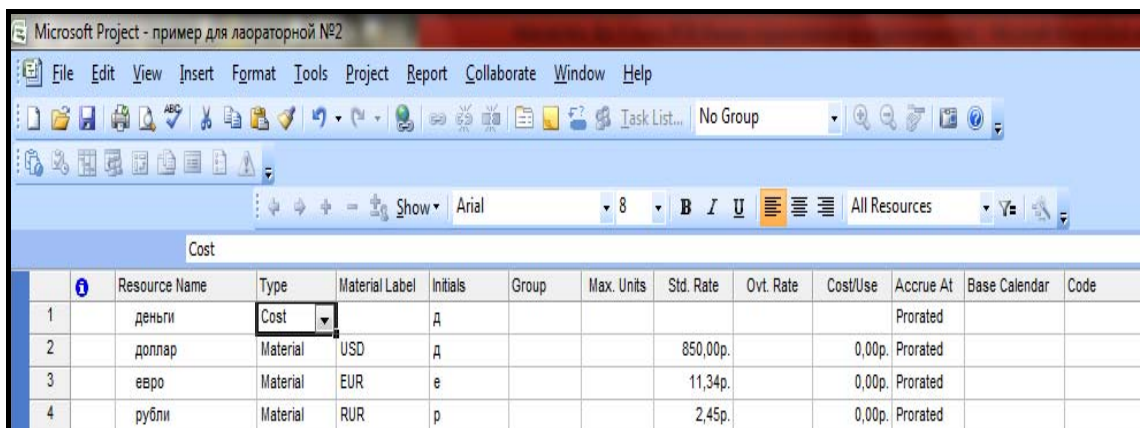

Рисунок 11 – Шкала затрат
10. Установите шкалу для других валют проекта (см. рис. 11).